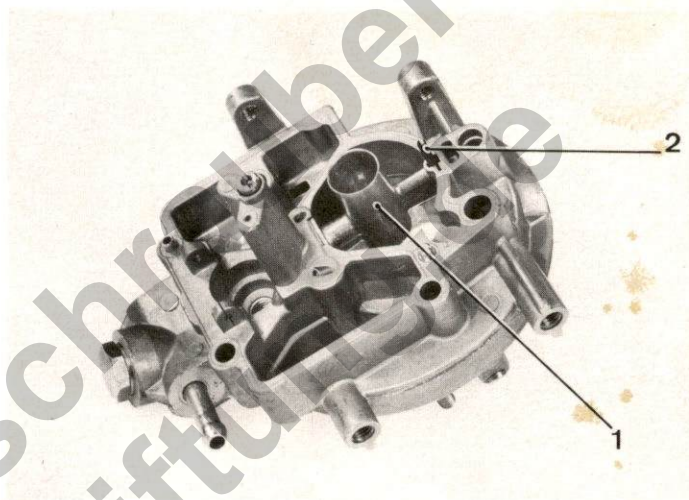

Abb. 29
- Zerstäuberdichtung korrekt positionieren (**Abb. 29**). **Zerstäuber** einsetzen und den neuen **Spannstift** bis zum Anschlag einführen.